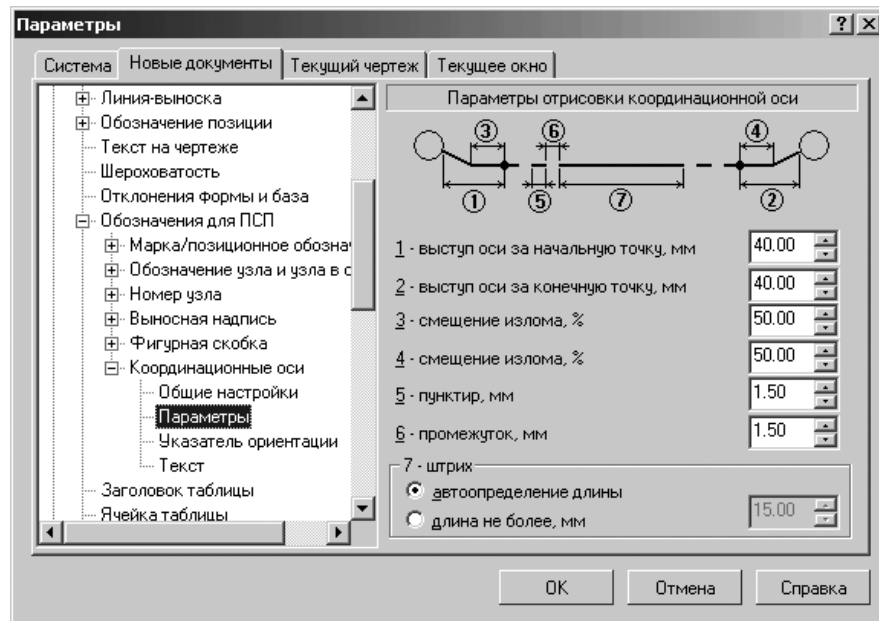

Рис. 10.68. Диалоговое окно **Параметры** с открытой вкладкой **Новые документы** и панелью **Параметры отрисовки координационной оси**
- щелкните в списке настраиваемых элементов **+** **Координационные оси** по пункту **Параметры**. В правой части появится панель **Параметры отрисовки координационной оси**, показанная на рис. 10.68.